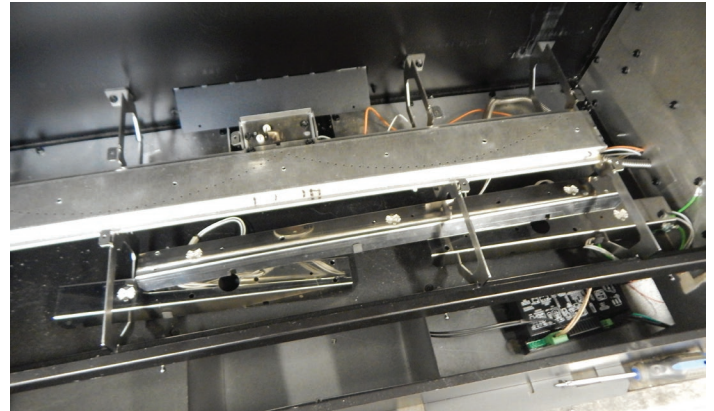

Figure 8
11. Continuer d'installer le support d'ampoule du centre à travers le support de brûleur centre-droit jusqu'à ce qu'il y ait assez de place pour faire passer le support d'ampoule gauche à travers le support centre-gauche de brûleur. Faire passer le support d'ampoule gauche à gauche, de manière à ce qu'il repose dans le support gauche de brûleur. **Voir Figure 8.**